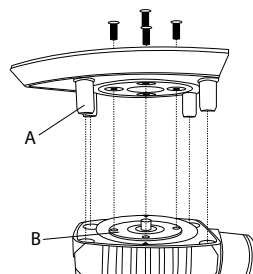

Figure 1
- Le plateau de ponçage vibrant ⑦ ne peut être monté que dans un sens sur l'appareil. Respectez pour cela les repères fléchés sur le plateau de ponçage vibrant ⑦. Ils doivent pointer vers l'avant. La pointe du plateau de ponçage triangulaire ⑨ pointe vers l'avant.
- Les chevilles en plastique ⑬ ont une rainure sur le côté. Celle-ci doit être orientée en direction des ergots des alésages de réception du plateau de ponçage ⑦ ⑨ respectif. Cela vous permet d'insérer les chevilles en plastique ⑬ dans le plateau de ponçage ⑦ ⑨.
- Montez maintenant le plateau de ponçage souhaité. Assurez-vous que la plaque de fixation B est orientée vers le plateau de ponçage. Les alésages taraudés de la plaque de fixation B doivent être orientés vers les trous correspondants du plateau de ponçage respectif. Les chevilles en plastique A ⑬ (uniquement plateau de ponçage ⑦ et ⑨) doivent être orientées vers les trous dans l'appareil (voir fig. 1).